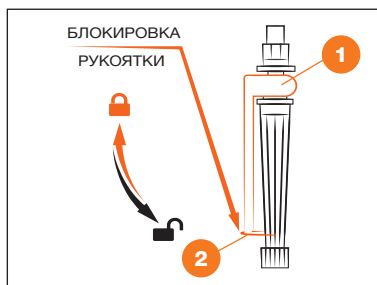

Рис. 8
В случае, если Вам требуется распылять жидкость непрерывно, нажмите на рукоятку управления ❶ и заблокируйте рукоятку кольцом ❷ – рукоятка управления зафиксировается (Рис. 8).